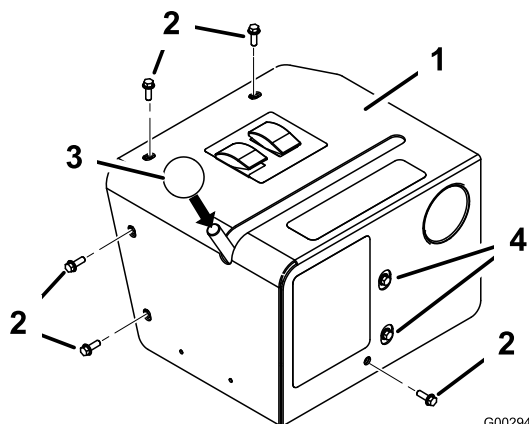

Bild 31
18. Montieren Sie die Steuerkastenabdeckung mit fünf Bundbolzen (1/4 x 3/4 Zoll) an der Befestigungshalterung des Steuerkastens (Bild 31).
19. Setzen Sie das Handrad auf den Ventilsteuerhebel (Bild 31).
20. Lösen Sie ggf. die Schrauben an der Frontplatte und verlagern Sie das Ventil, damit der Hebel sich ungehindert im Schlitz bewegen kann (Bild 31).